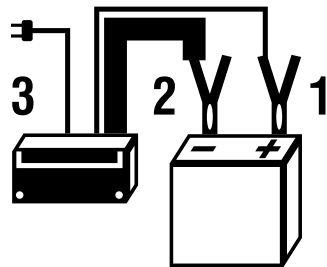

Fig. 3 – Sequência para ligar o carregador
- c. Conecte a garra vermelha do carregador no polo positivo da bateria (Posição 1 da Fig. 3).
- d. Conecte a garra preta do carregador no polo negativo da bateria (Posição 2 da Fig. 3).
- e. Conecte o plugue na tomada (Posição 3 da Fig. 3).